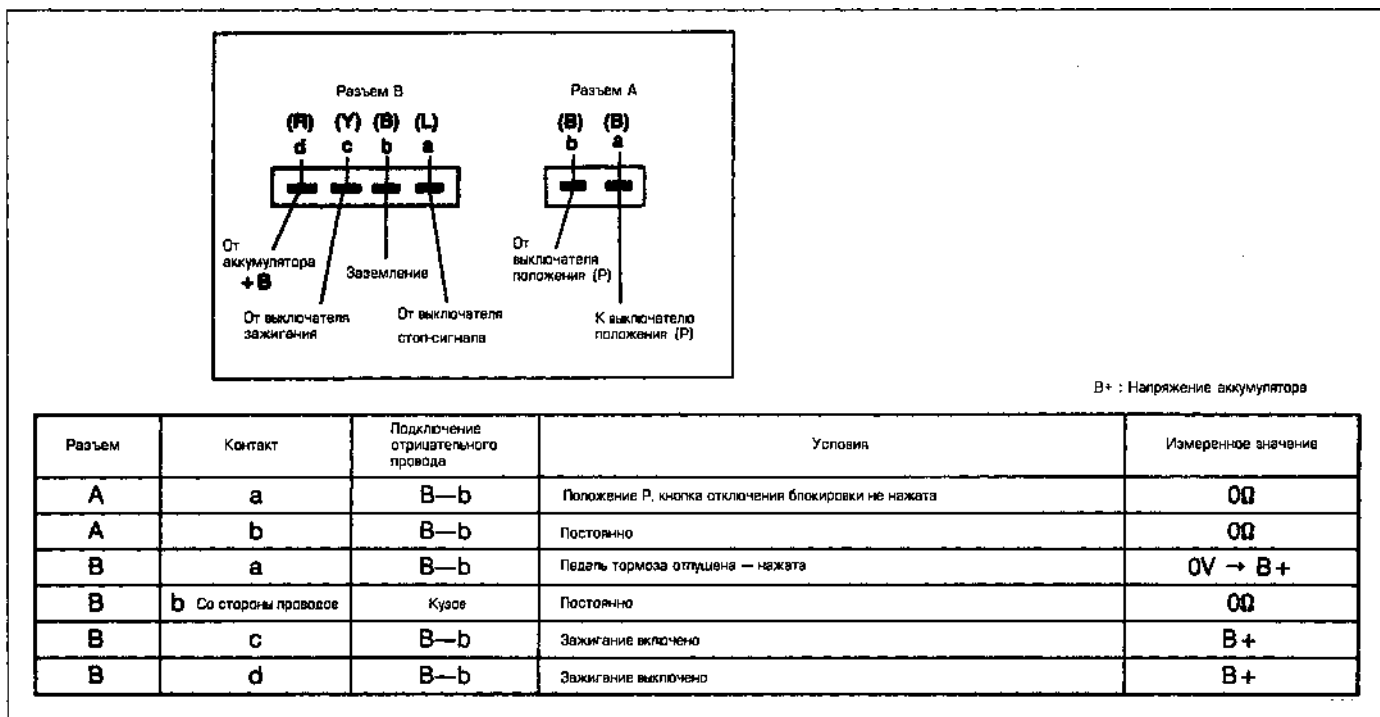

Рис. 8.29. Обозначения контактов разъемов и таблица проверки напряжений системы блокировки управления
- 28 Переместите селектор передач в положение Park (P).
- 29 Включите зажигание (не запуская двигатель) и при помощи вольтметра убедитесь в наличии напряжения на клеммах исполнительного механизма (см. рис. 8.29), а также проверьте наличие контакта.